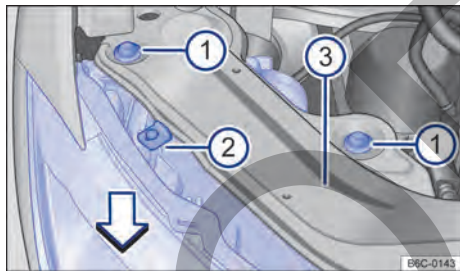

Fig. 124 En el compartimento del motor: tornillos de fijación del faro delantero.
- Retirar los tornillos de fijación → fig. 124  con ayuda de una llave torx.
- Mover el faro hacia delante, en la dirección de la flecha → fig. 124, hasta que los dos clics de la parte inferior se desacoplen y permitan retirar el faro.
- Volver a colocar el faro con cuidado hasta que los dos clics inferiores encajen y el tope superior → fig. 124  apoye en el soporte del faro .